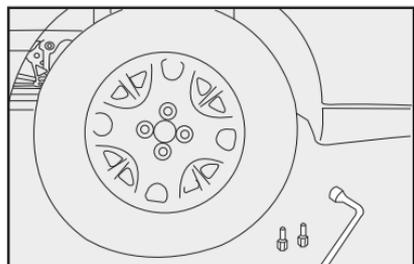

fig. 22
10) Apriete los tornillos, utilizando la llave especial fig. 22.